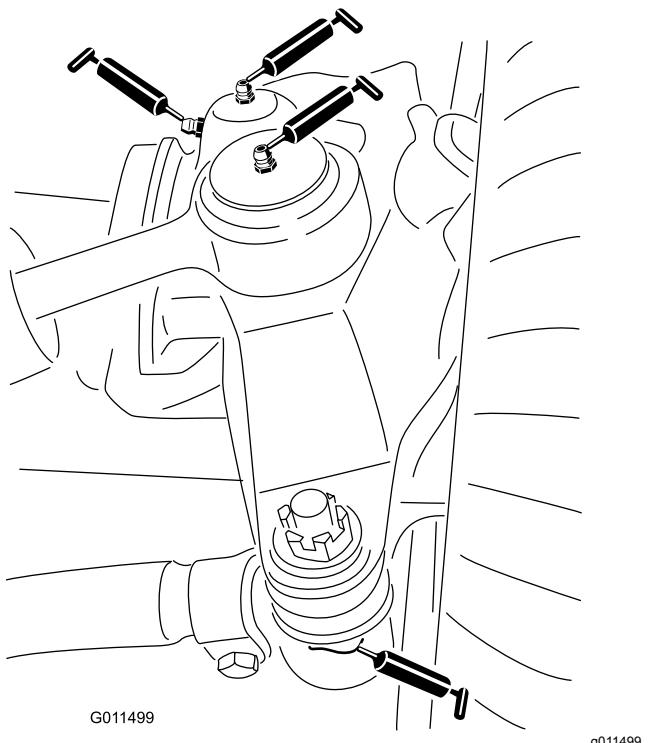

Рисунок 78
- Шаровые опоры гидроцилиндра рулевого управления (2 шт.) (Рисунок 78)
- Шаровые опоры поперечных тяг (2 шт.) (Рисунок 78)
- Втулки поворотных шкворней (2 шт.) (Рисунок 78).